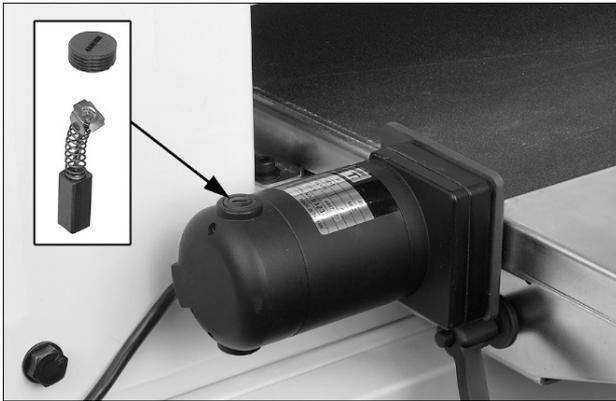

Рис. 10-4
2. С помощью отвертки с плоским шлицем открутите и снимите крышку. См. Рис. 10-4.